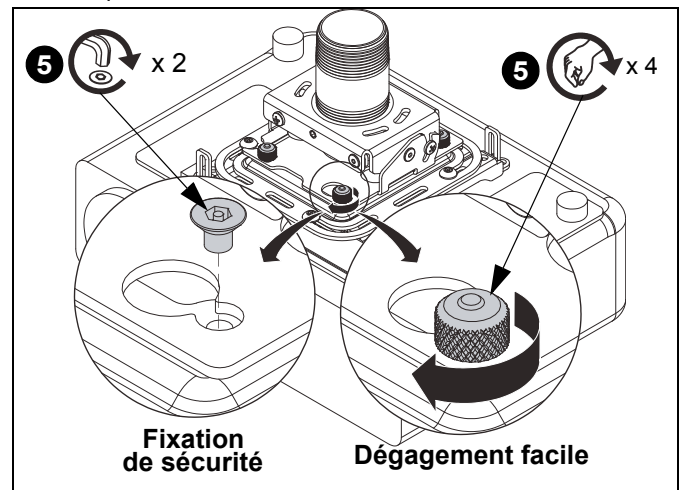

Figure 18
5. Fixez le projecteur pour procéder à l'installation (Voir Figure 18) soit en: